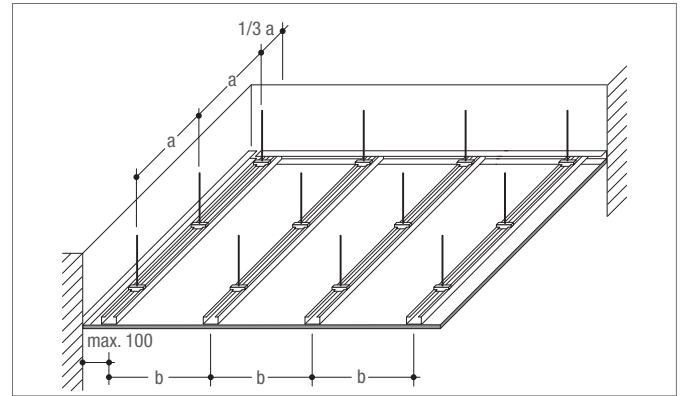

Fig. 7-6 Estructura metálica fijada directamente
- Estructura metálica fijada directamente (ver la fig. 7-6).